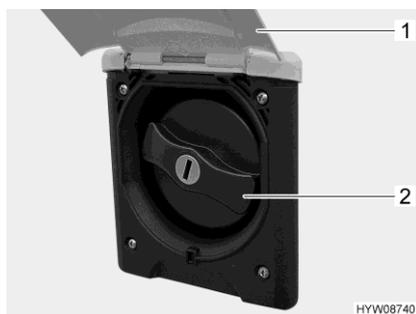

Fig. 140 Coperchio (bocchettone di riempimento dell'acqua potabile)
- Sollevare lo sportello esterno (Fig. 140,1).
- Ruotare il coperchio blu (Fig. 140,2) di un quarto di giro.